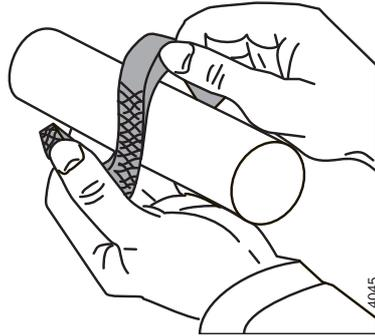

Figure 12: Ouverture d'une bague de garniture.
- 5 Ouvrez axialement la première bague de garniture comme indiqué à la figure 12 et montez-la autour de l'arbre. Poussez la bague fortement avec un bout de tuyou divisé en deux avec les dimensions propres.
IL ne faut que écarter les bagues axialement comme indiqué à la figure 12.